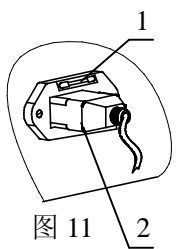

图 11
13. 保险丝的更换 (图 11)
拔出电源插头 2，取下保险丝座 1，换上新的保险丝，插入保险丝座和电源线(图 11)。**保险丝的规格为： $\phi 5, 0.5A$**